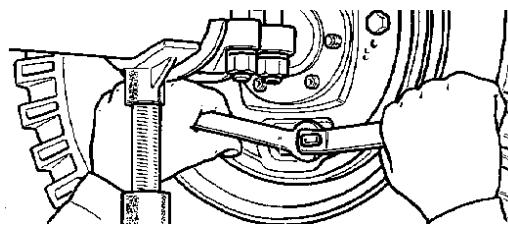

Рис. 13.10. Регулировка тормозных колодок заднего колеса опорными пальцами
3. Нажимая на педаль с постоянным усилием 120-150 Н (12-15 кгс), поверните опорные пальцы так, чтобы концы колодок со стороны пальцев упирались в тормозной барабан (рис. 13.10). Момент соприкосновения колодок с барабаном определите по увеличению сопротивления при поворачивании опорного пальца. В этом положении затяните гайки опорных пальцев, следя за тем, чтобы при этом не повернулись пальцы. Момент затяжки гаек 43 - 61 Н·м (4,3 - 6,1 кгс·м).